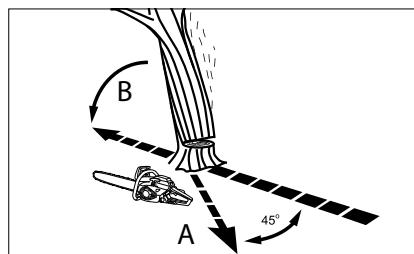

Рис. 14
Осигурете си път за бягство (A) и го изчистете от възможни препятствия, преди да продължите с правенето на срези. Пътят за бягство трябва да е в обратна посока на очакваното падане на дървото (B) (Рис. 14).